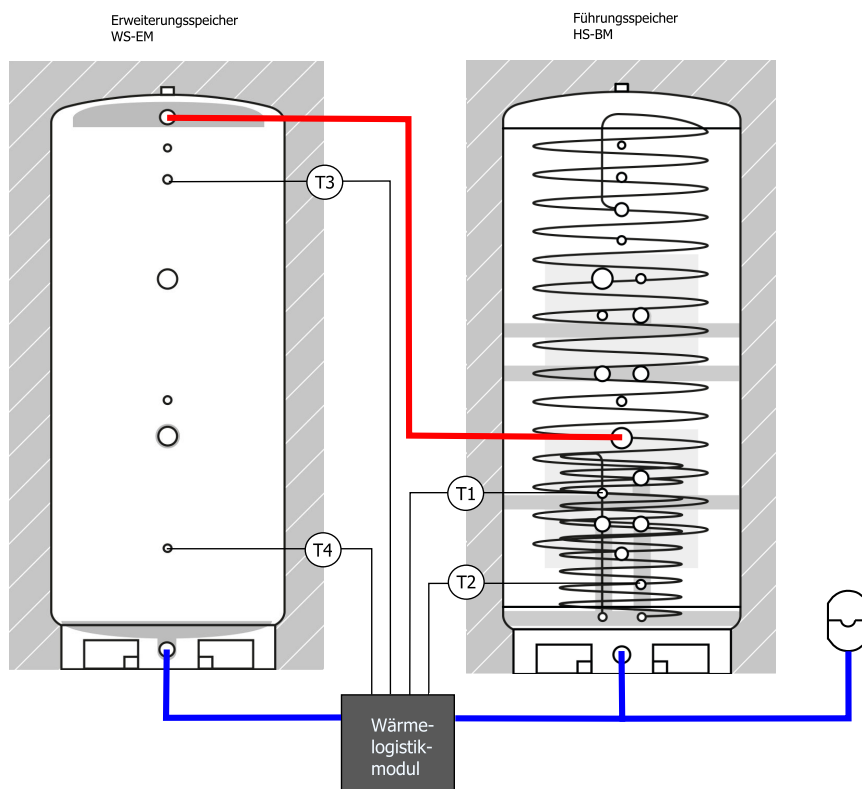

Bild 4a: Anschlussmöglichkeit WS-EM in Reihe mit dem Wärmelogistik-Modul und dem Hygiene-Systemspeicher.
- parallel mit Schwerkraftverbindungen (► Bild 4a).